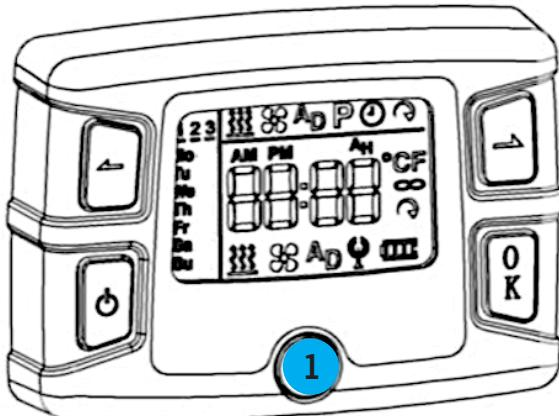

Fig. 43
Retirer le cache Fig. 43 (1) pour visser fermement l'élément de commande.